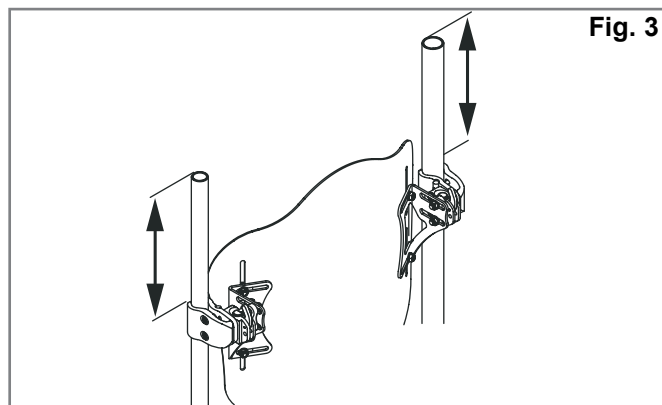
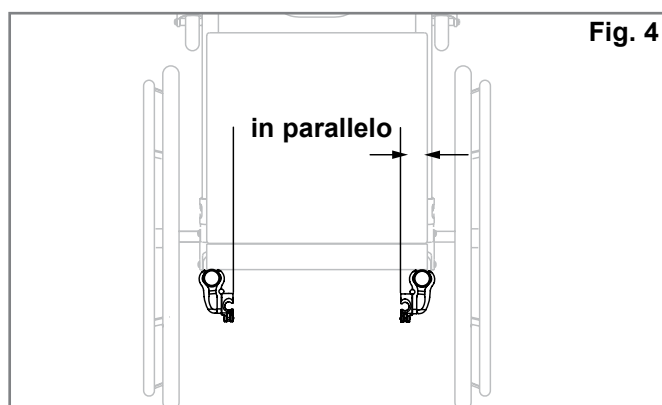

Fig. 3
Fig. 4
2. Determinare la posizione sui montanti dello schienale dove si desidera montare i supporti. I supporti devono essere montati più o meno alla stessa altezza su ogni montante (Fig. 3) e paralleli al telaio della seduta (Fig. 4). Si consiglia di posizionare i supporti sulla parte alta dei montanti.